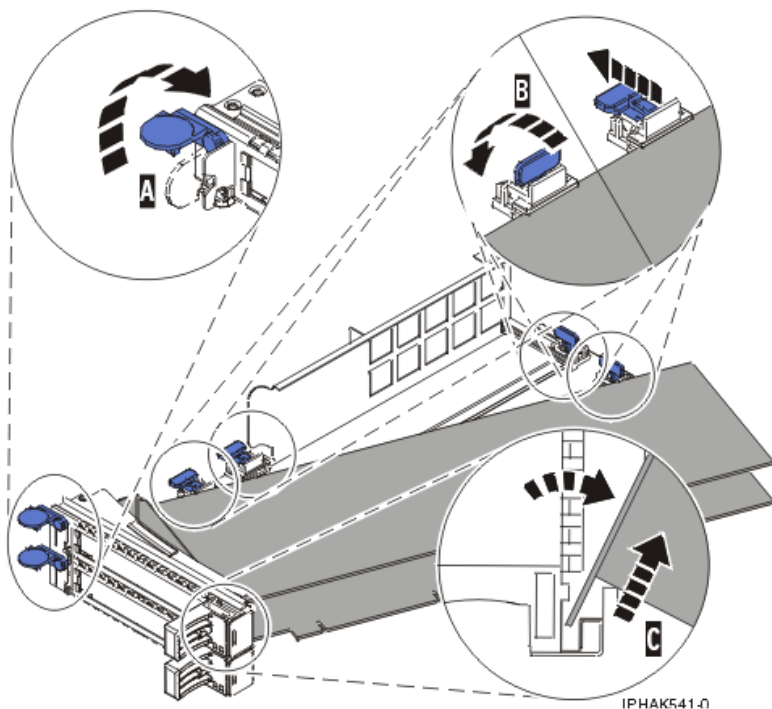
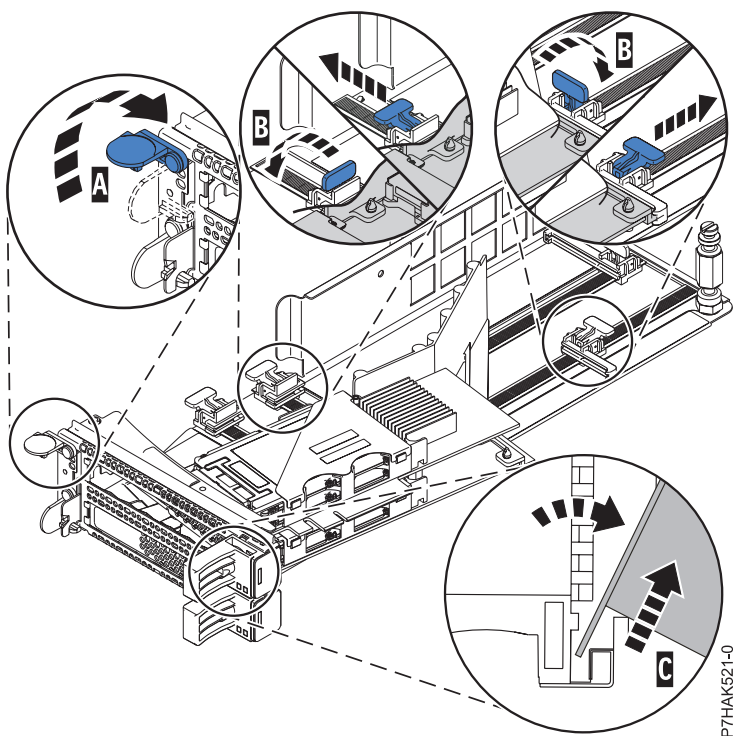

Abbildung 114. Adapter aus PCI-Adapterkassette ausbauen
Abbildung 115. Aus der PCI-Adapterkassette ausgebauter PCIe-RAID- und SSD-SAS-Adapter
- d. Drehen Sie den Drehstift (C) heraus und legen Sie ihn an einer sicheren Stelle ab.
- a. Entriegeln Sie die Adapterhalterungen (B), indem Sie die Halteklammern (A) in die horizontale Position drehen. Siehe Abb. 114 auf Seite 156. Beim Ausbauen eines PCIe-RAID- und SSD-SAS-Adapters müssen Sie die Informationen im Abschnitt Abb. 115 auf Seite 156 lesen.
- b. Drücken Sie die Adapterhalterungen (B) von dem Adapter weg.
- c. Entriegeln Sie die Adapterkassettenhalteklammer (A).
- e. Heben Sie den Adapter aus dem Kassettenhaltekanal (C).